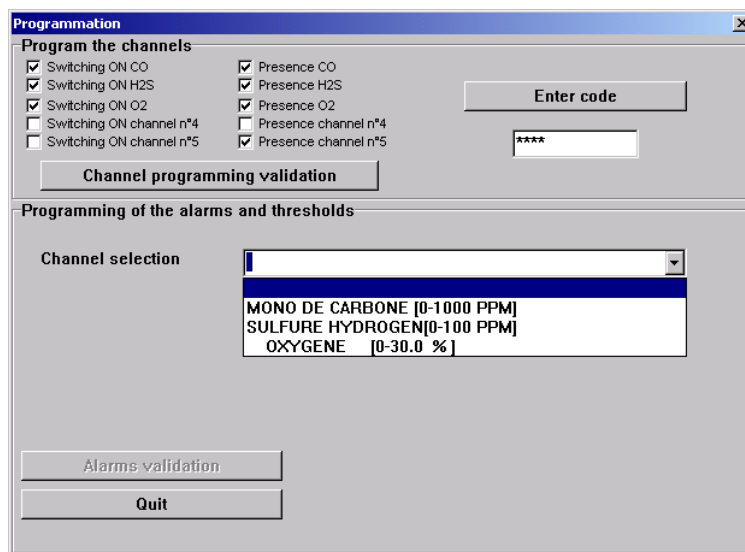

Figura 39 - tela do menu de Programação
Selecione o canal a partir da lista suspensa (*Seleção de alarme*, Figura 39):
- O acesso é protegido por senha. Selecione o canal equipado com o sensor catalítico Seleção de canal, veja a Figura 39).